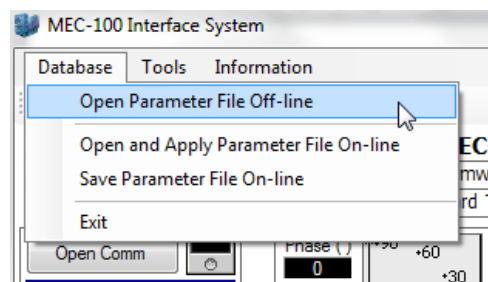

Fig. 5.6.3.a
- Cliquer sur l'élément *Fichier* dans la barre menu du MEC-100 Interface System (voir Fig. 5.6.3.a).